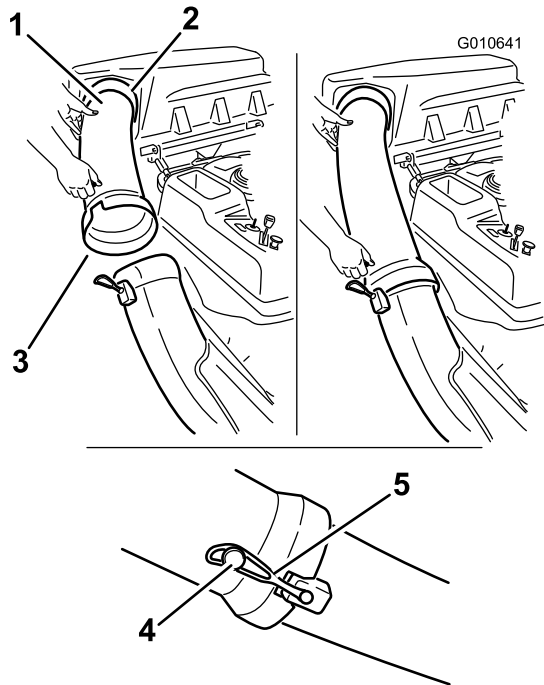

Figura 18
1. Uvucite zakrivljeni kraj odvodne cevi u otvor na poklopcu sakupljača (Figura 18).
2. Navucite prošireni kraj cevi za odvod preko kraja bacača. Pomerite sigurnosnu gumenu traku na spoju bacača preko klina na odvodnoj cevi da biste je pričvrstili (Figura 18).